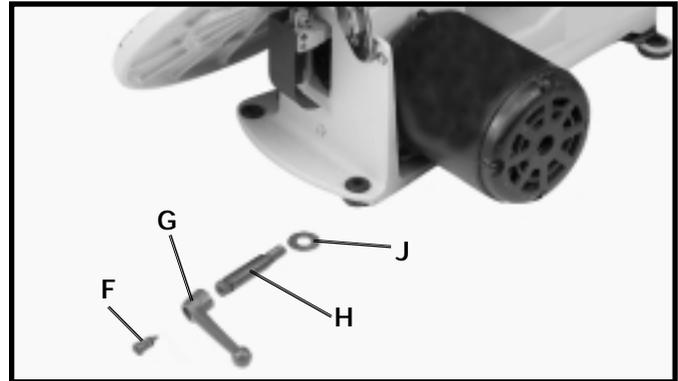

Fig. 8
6. Démontez la poignée (G) en dévissant et en enlevant la vis et le ressort (F), et la poignée (G) du goujon de verrouillage (H) comme l'illustre la figure 8. Mettez une rondelle plate M10 (J) sur l'extrémité fileté du goujon (H).